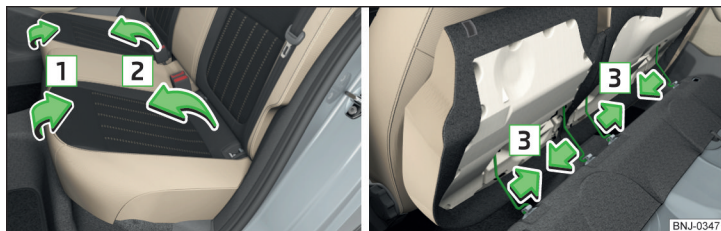

Abb. 71 Rücksitzbank vorklappen / Geteilte Rücksitzbank herausnehmen
- Zum **Vorklappen** die Sitzbank in Pfeilrichtung **1** hochziehen und in Pfeilrichtung **2** vorklappen » Abb. 71.